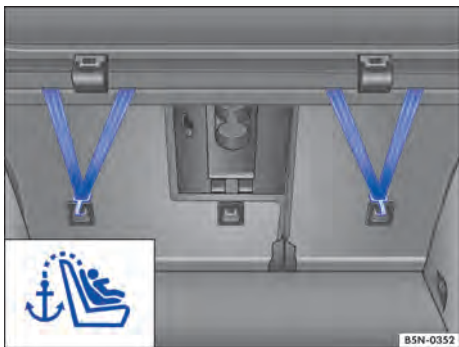

Fig. 81 Olhais de retenção para o cinto de fixação superior no lado de trás do banco traseiro.
- Enganchar o cinto de fixação superior no compartimento de bagagem, no respectivo olhal de retenção denominado como Top Tether ⇒ Fig. 81.